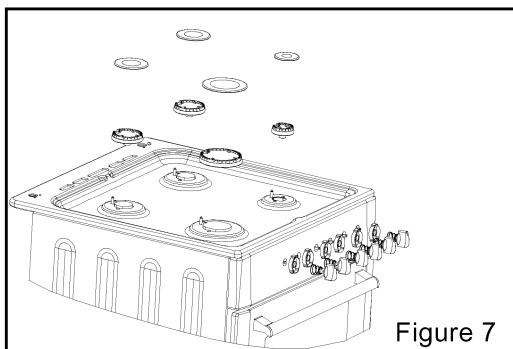

Figure 7
Le technicien devra tout d'abord vérifier le réglage gaz de votre cuisinière. Si elle est livrée en gaz naturel, il devra changer les injecteurs (voir ci-dessous) pour la rendre utilisable en gaz butane. L'installation doit être faite avec un tuyau gaz spécifique butane/propane vendu avec 2 colliers. l'embout gaz butane avec le joint sera installé sur la cuisinière, le tuyau sera enfoncé à fond sur cet embout et un collier sera installé en serrant correctement, mais sans couper le tuyau. Faire de même coté détendeur (voir fig. 7).
- Retirez le chapeau de brûleur + le brûleur supérieur. (voir fig.7)